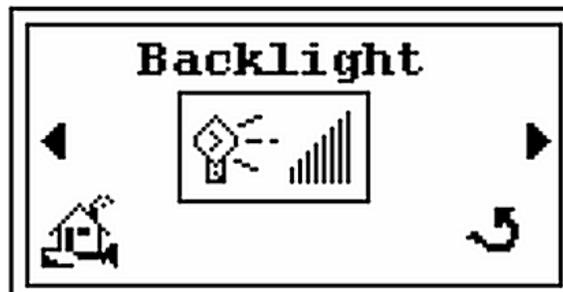

Abbildung 2-34 Hintergrundbeleuchtungs-Bildschirm
2. Drücken von  und der *Hintergrundbeleuchtungs-* Bildschirm erscheint (Abbildung 2-34).